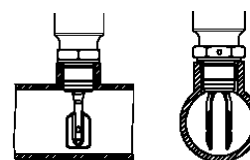

Рисунок 4
2.4.2 При установке плотномер в трубопроводах следует ориентировать лопатки вдоль потока (рисунок 4).